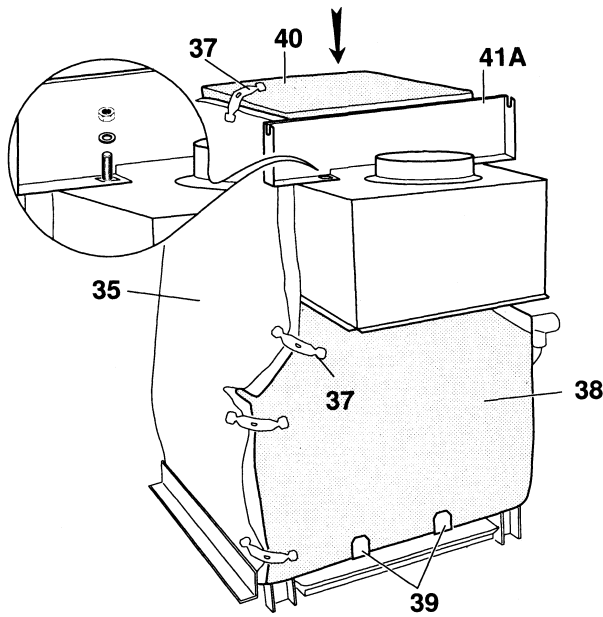

Рис. 22
- Изоляцию (38) задней части протолкнуть между корпусом котла и внизу под двумя держателями (39).
- Правую и левую части изоляции протолкнуть под изоляцией боковых стенок (35) и прикрепить к ним жестяными скобками (37).
- Верхнюю изоляцию (40) наложить на коллектор дымовых газов и прикрепить жестяными скобками (37) к изоляции боковых стенок (35).
- Отопительный котел из 9 секций (рис. 22)